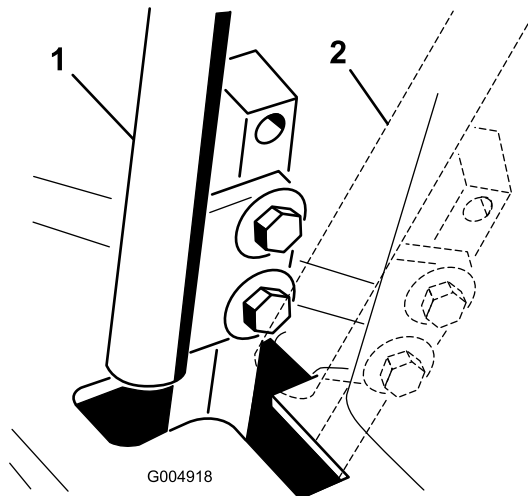

图 51
- 将移动控制杆移至空档位置但切勿锁定图 51。
- 检查控制杆相对于控制台凹口的位置图 51。